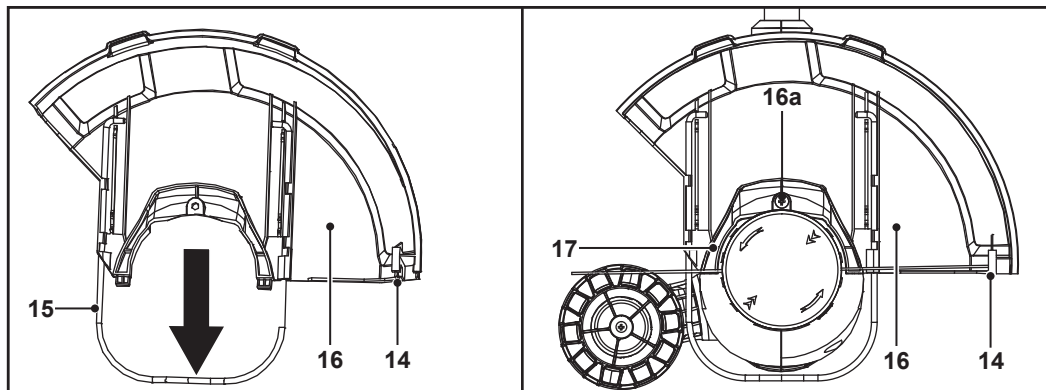

Fig. 2
**AVERTISMENT! CUȚITUL PENTRU FIR (14) DE PE APĂRĂTOARE (16) ESTE ASCUȚIT. NEEVITAREA CONTACTULUI POATE DUCE LA RĂNIRE GRAVĂ.**
1. Pune apărătoarea (16) pe capul de tăiere (17) (fig. 2).
2. Fixează apărătoarea (16) cu șurubul și șaiba (16a) (fig. 2).